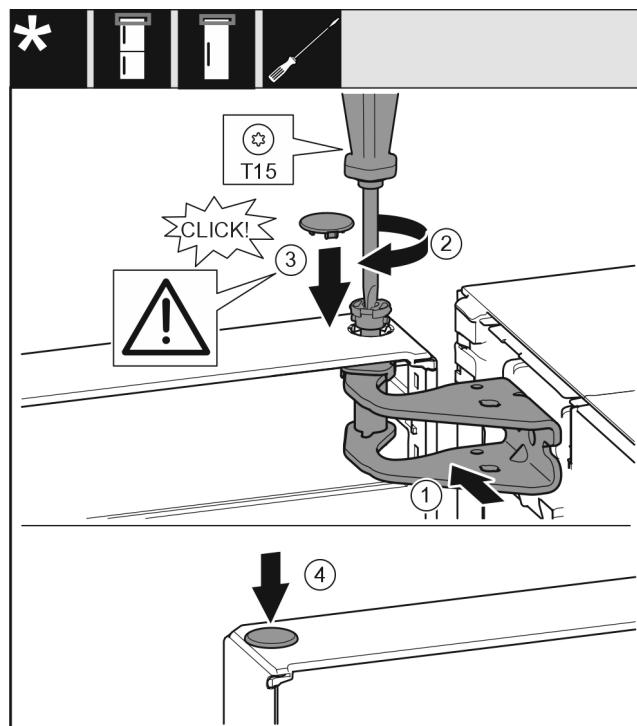

Fig. 20
- Tür oben zur Öffnung im Lagerbock ausrichten. Fig. 20 (1)
- Bolzen Fig. 20 (2) einsetzen und mit Schraubendreher festschrauben.
- Sicherungsabdeckung Fig. 20 (3) zur Sicherung der Tür montieren: Sicherungsabdeckung einsetzen und Kontrollieren ob sie auf der Tür aufliegt. Ansonsten Bolzen vollständig einsetzen.
- Stopfen Fig. 20 (4) einsetzen.